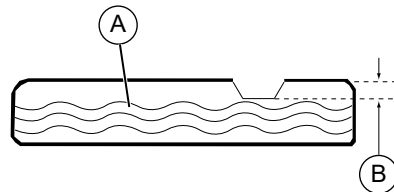

Figure 2-10. Ajout du carburant recommandé
4. Ajoutez lentement le carburant recommandé (A). Ne remplissez pas à ras bord (B). Voir Figure 2-10.